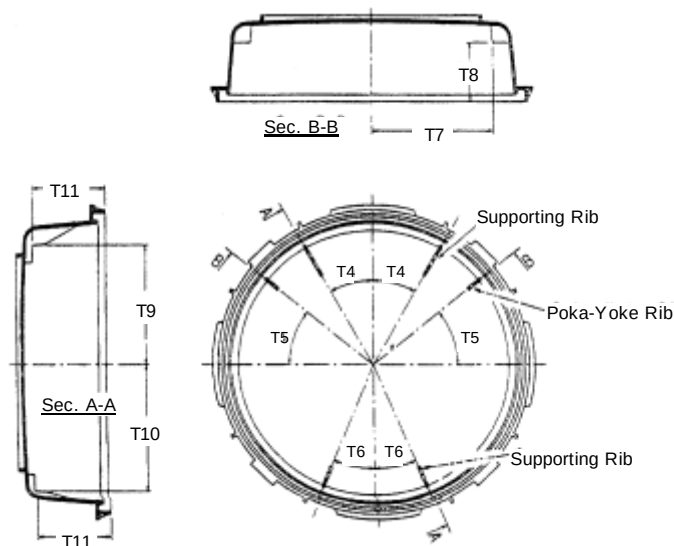

図 5
5.3.2 サポートリブおよびポカヨークリブ (Supporting Rib and Poka-yoke Rib) — 図 5 と表 2 に示されているのは、ボックス上部内の SHIPPING カセット支持用サポートリブの位置と、ボックス上部が誤った方向にセットされないためのポカヨーク (安全な) リブの位置である。